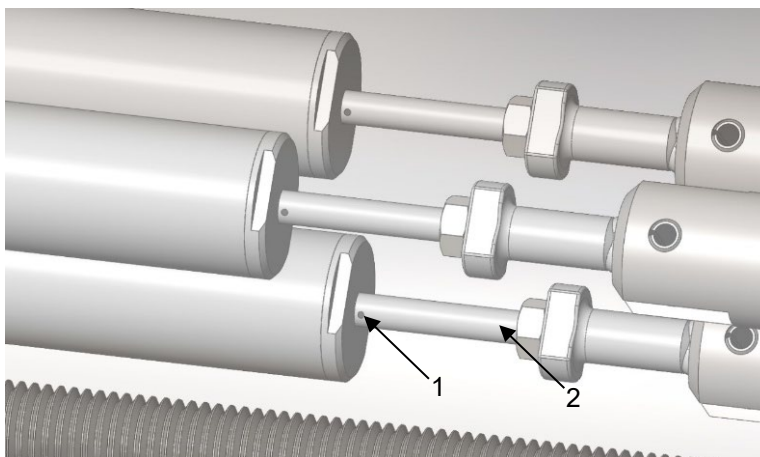

Рисунок 6 – Отметка нулевой точки на штоке первичного преобразователя
4.2.8 Перемещайте опору (поз.4 рисунок 5), до тех пор, пока нулевая отметка (поз.1 рисунок 6) не будет находиться у основания корпуса первичного преобразователя, как показано на рисунке 6.